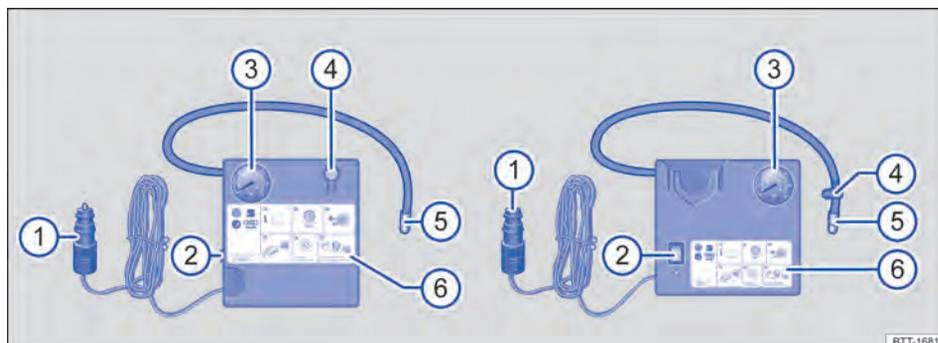

Fig. 192 Representação esquemática: compressor do kit de reparo dos pneus.
O compressor do kit de reparo dos pneus é composto dos seguintes componentes → Fig. 192:
- Rosquear a mangueira de enchimento dos pneus → Fig. 192 ⑤ do compressor de ar com firmeza na válvula do pneu.
- Verificar se o parafuso de sangria de ar → Fig. 192 ④ está fechado.
- Conectar o conector do cabo de 12 V → Fig. 192 ① numa tomada 12 V no veículo → Página 165.
- Ligar o compressor de ar com o interruptor ON-OFF → Fig. 192 ②.
- Deixar o compressor de ar funcionar até atingir 2,0 – 2,5 bar (29 – 36 psi / 200 – 250 kPa) → ⚠️. **Tempo de funcionamento máximo: 8 minutos** → ①.
- Reconectar a mangueira de enchimento dos pneus → Fig. 192  e ler a pressão dos pneus no indicador da pressão dos pneus → Fig. 192 .